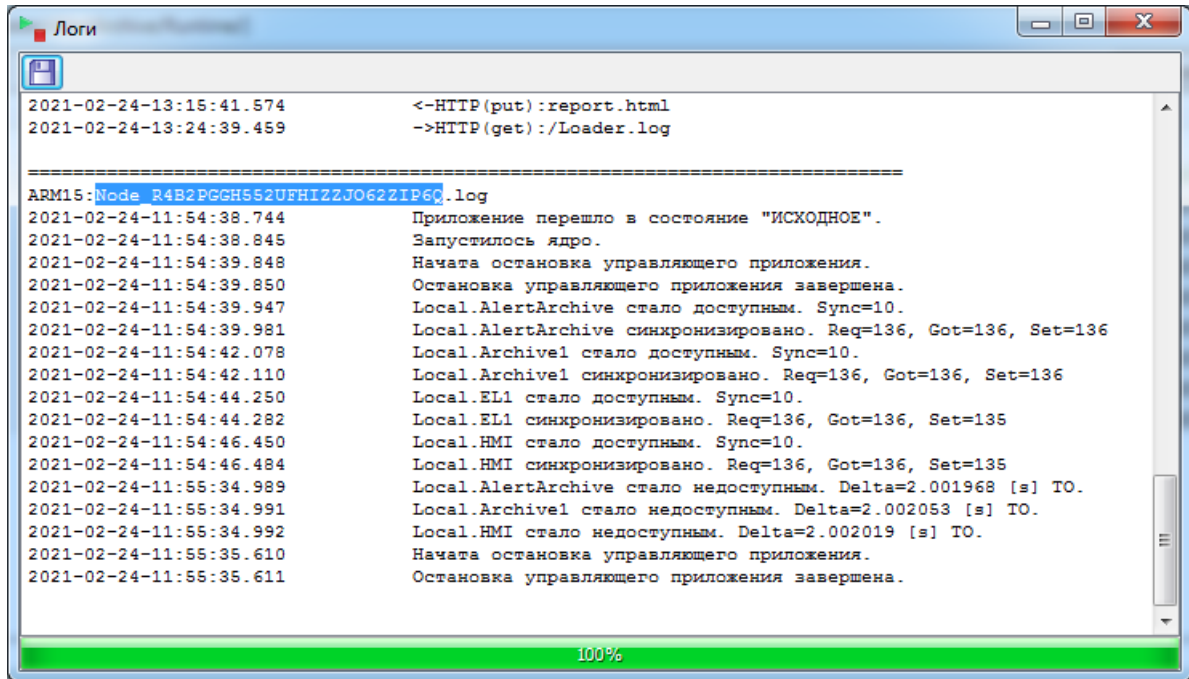

Рисунок 4.2 - Имя узла в логах
2. В открывшихся логах можно посмотреть имя данного узла, используемое внутри системы (см. рис. 4.2)